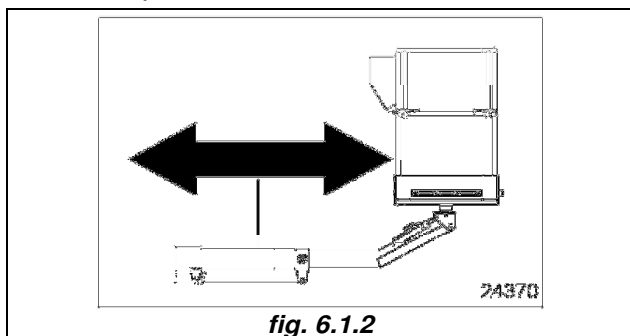

fig. 6.1.2
- lorsque ces opérations sont terminées, remettre les déviateurs à deux positions qui se trouvent à la base du bras extensible dans leur position originale (voir position d'extension indiquée par l'autocollant) (*fig. 6.1.2*), enlever le levier des déviateurs et le remettre en place dans la tourelle en le bloquant avec le bouton noir de blocage.